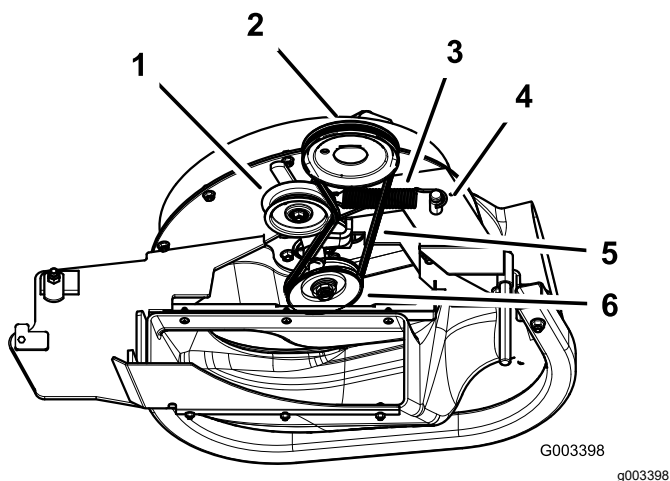

Figura 14
1. Per piatti di taglio da 152 cm e 183 cm, montate la cinghia sulla puleggia del soffiatore (Figura 14).